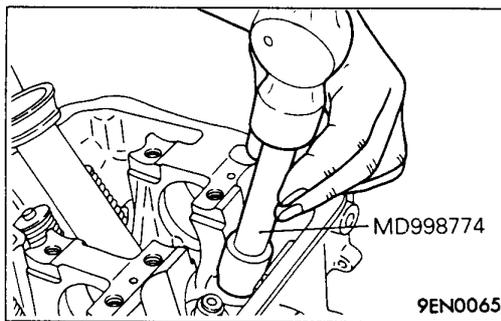

Рис. 11.36
- (1) Установите опорную шайбу пружины.
- (2) Для установки маслосъемных колпачков необходимо установить специальную оправку (рис. 11.36). Неправильная установка маслосъемных колпачков приведет к повышенному расходу масла.